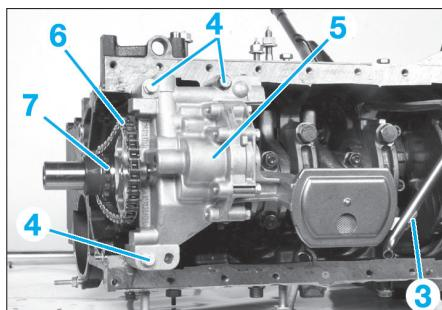

Fig. 16
- la vis (3) de la jauge à huile sur la crêpine (Fig.16),
- les trois vis (4) de fixation de la pompe à huile,
- la pompe à huile (5) en même temps que la chaîne (6) et le pignon (7).